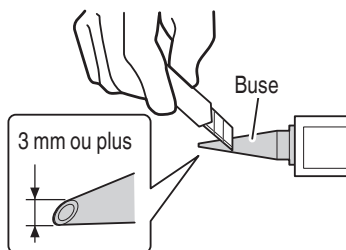

Fig. 17
- (1) Coupez la pointe de la buse en angle. (Fig. 17)